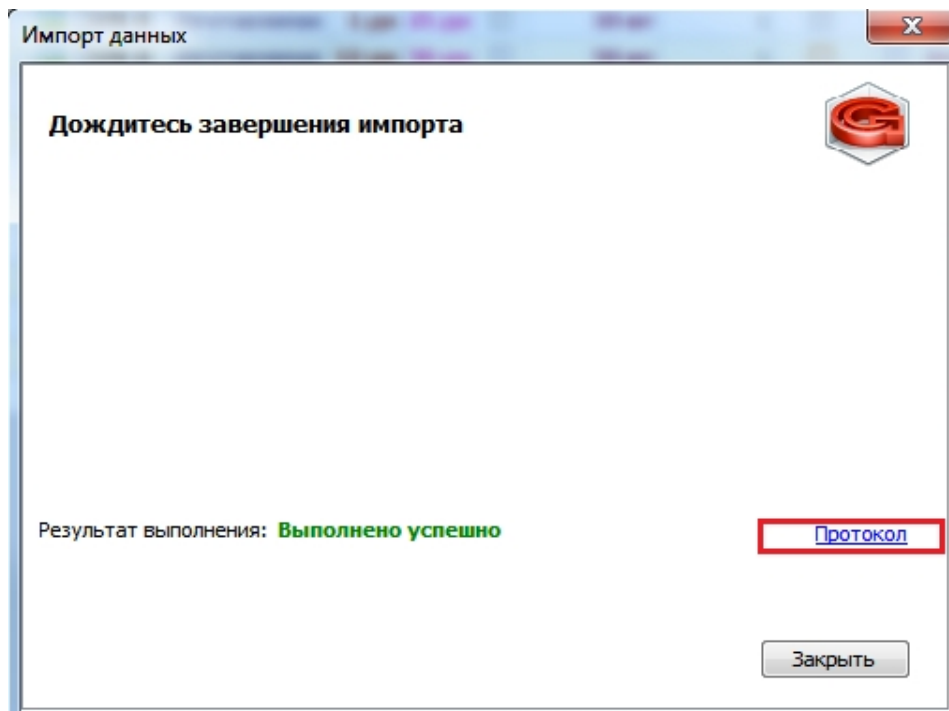

Рисунок 257: Пример отображения результата импорта в окне "Импорт данных"
- 6 Для просмотра содержания протокола в окне **«Импорт данных»** необходимо нажать на ссылку **«Протокол»** (рис. 257).